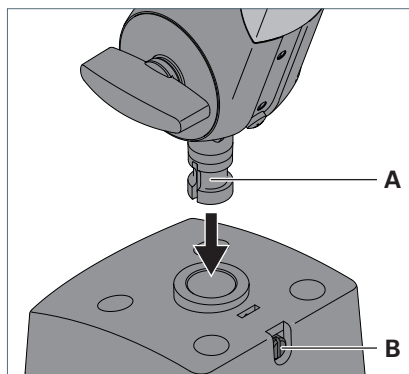

Fig. 2: Monter le luminaire sur l'élément de fixation.
- ▶ Introduire le tourillon **A** situé sur la tige du luminaire dans l'ouverture de l'élément de fixation, voir Fig. 2.
- ▶ Pour fixer la tige, serrer la vis **B**, voir Fig. 2.